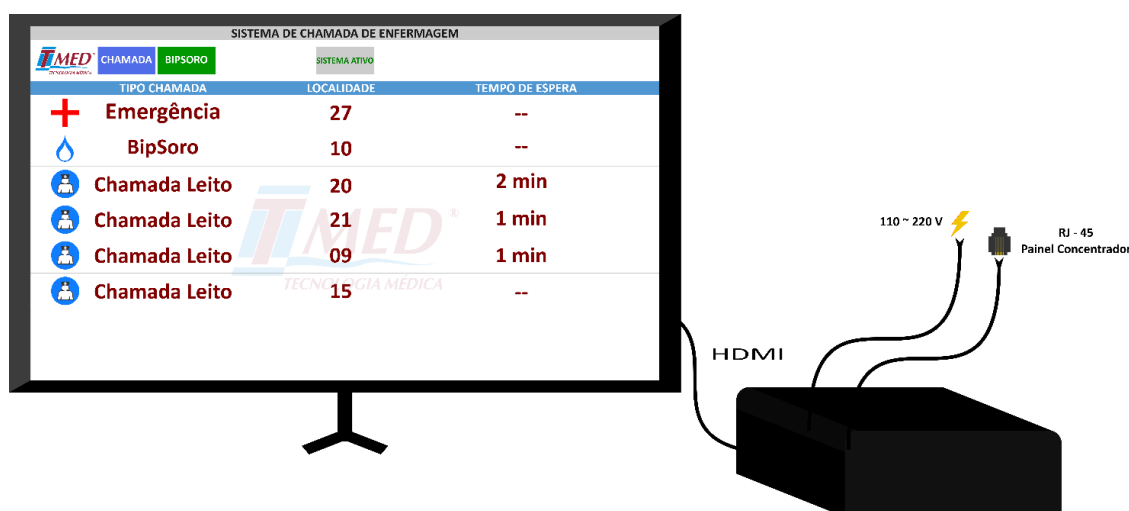

Figura 16 - Ilustração do Monitor Drive conectado a um monitor ou TV com interface HDMI
Uma ilustração do Monitor Drive (MD) em funcionamento pode ser vista na Figura 16. Havendo chamadas, um alarme sonoro é emitido no alto falante da TV ou monitor (permitindo um ajuste de volume) e, por segurança, também é emitido por um alto-falante interno do Monitor Drive (MD). É importante destacar que a TV ou o monitor devem ser adquiridos separadamente pelo usuário, de acordo com os requisitos desejados de tamanho e fixação no posto em que se deseja monitorar os leitos. A tecnologia de comunicação com o Painel Concentrador é idêntica à conexão com o Display Digital, através de uma interface RS485. Quanto à fixação do Monitor Drive, *esta pode ser feita com fita dupla face*, próxima a uma tomada (110V ou 220V) e ao monitor ou TV onde as chamadas serão exibidas.